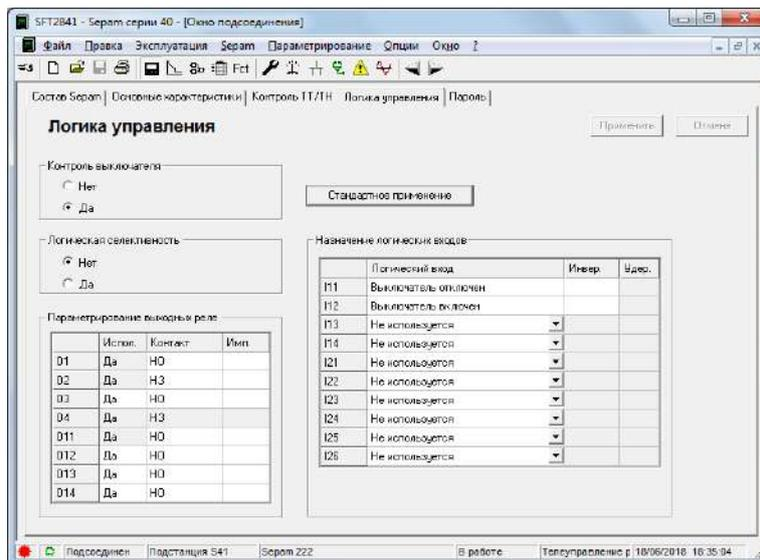

Рисунок 8.5 – Окно «Логика управления»
10. На вкладке «Логика управления» (рис. 8.5) активировать контроль выключателя, тем самым блок начинает контролировать РПО и РПВ, подключенные на выходы I11 и I12, реле O1 отвечает за отключение выключателя. Активировать реле «O3» и «O12». Логическая селективность переводится в положение «Нет».